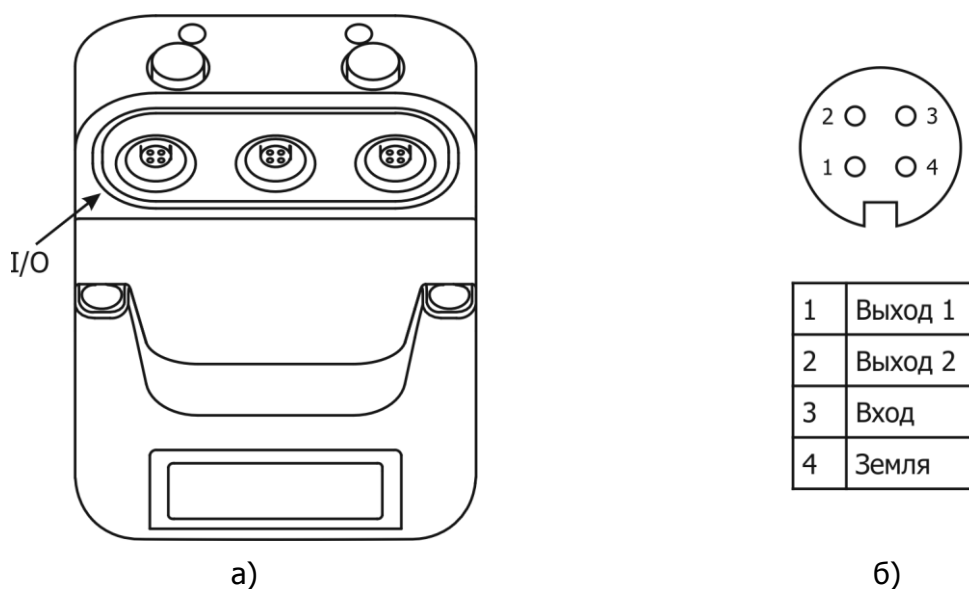

Рисунок 1 — Расположение и распайка разъема I/O
1.1.2 Разъем, на который выведены линии I/O, расположен в корпусе термометра слева от разъема(ов) датчика (см. рисунок 1а).